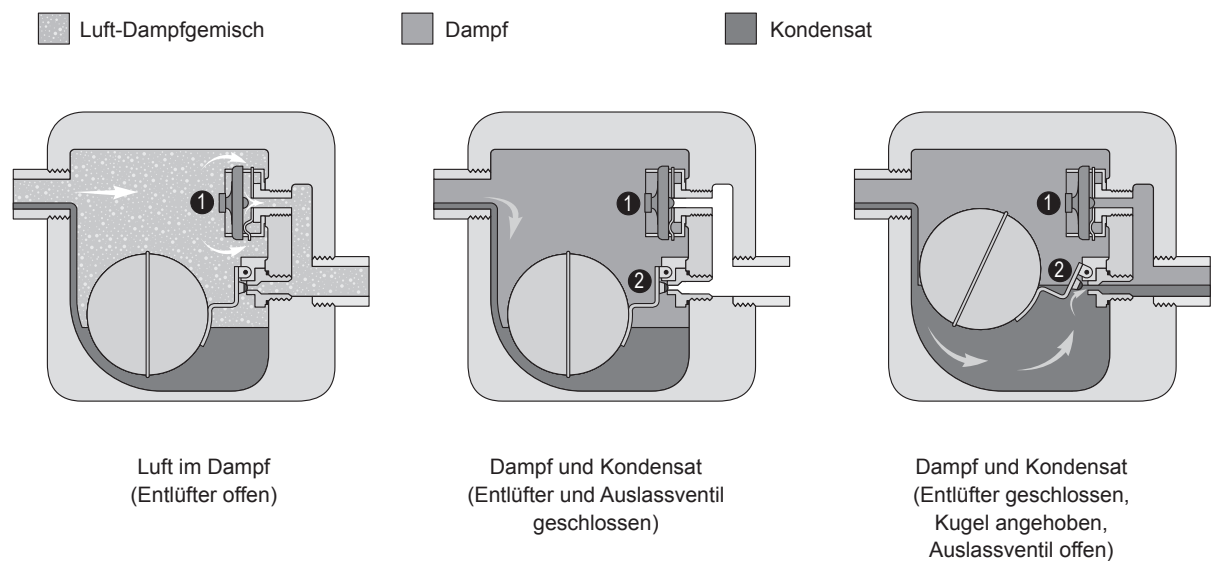

Abb. 19: Funktionsweise Kugelschwimmer Kondensatableiter
Der Kugelschwimmer ist ein mechanischer Ableiter, der mit der Auftriebskraft des Kondensates arbeitet. Befindet sich Luft im Dampf, wird die Sattdampftemperatur zum entsprechenden Druck nicht erreicht und das Thermo-Entlüfterelement (1) öffnet sich (siehe Abb. 19. links). Sobald die Luft aus dem Kugelschwimmer entwichen ist, steigt die Sattdampftemperatur und das Thermo-Entlüfterelement schliesst (siehe Abb. 19. mitte).
Das aus der Ventileinheit anfallende Kondensat sammelt sich im Schwimmergehäuse. Befindet sich kein oder nur wenig Kondensat im Schwimmergehäuse ist das Auslassventil (2) geschlossen, das über einen Hebel mit dem Kugelschwimmer verbunden ist (siehe Abb. 19. mitte). Steigt das Kondensatniveau an, wird der Kugelschwimmer angehoben, öffnet über den Hebel das Auslassventil und das Kondensat fließt ab (siehe Abb. 19. rechts).